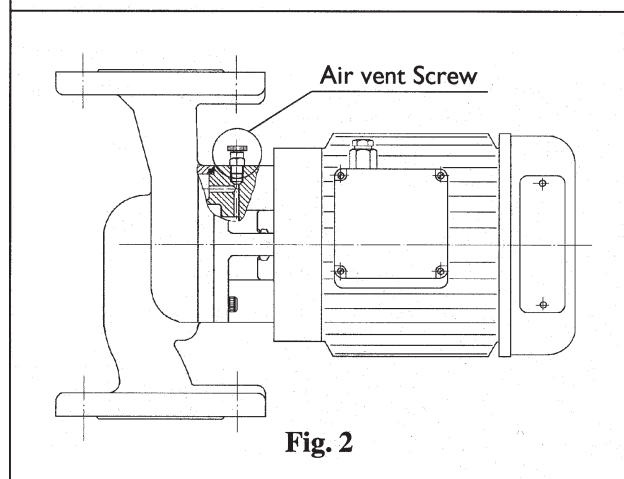

Fig. 2
- Przy odpowietrzaniu pompy (patrz fig. 2) lub gdy uszczelnienie mechaniczne jest uszkodzone, z zaworu może się wydostać niewielka ilość gorącej wody lub pary!
Otworzyć śrubę odpowietrzającą (Air vent screw – Fig.2) i odpowietrzyć pompę. Zamknąć śrubę odpowietrzającą.
Otworzyć rurociąg w odpowiednim miejscu po stronie wylotowej. Otworzyć zawór ssący i wylotowy napełnić pompę do miejsca otwarcia rurociągu. Otworzyć śrubę odpowietrzającą pompy i odpowietrzyć pompę (Fig. 2). Zamknąć śrubę. Poziom wody w rurociągu powinien pozostawać stały, jeżeli zawór dolny jest szczelny.